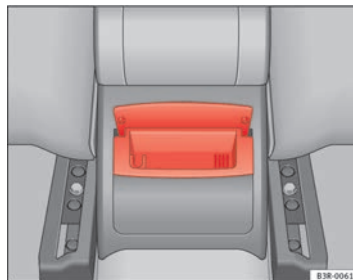

Fig. 134 Posacenere posteriore
- Afferrare il posacenere dal coperchio aperto ed estrarlo tirandolo verso l'alto (⇒ pag. 160, fig. 134).